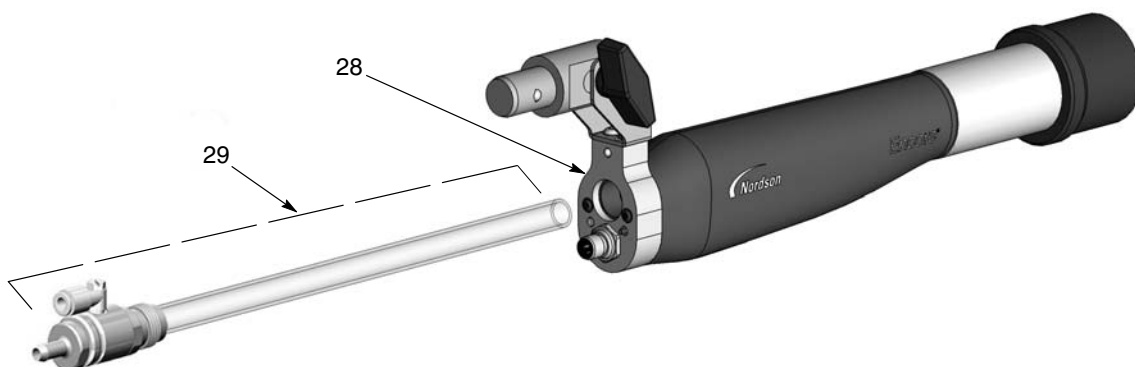

Figura 7-1 Sustitución del tubo de polvo
19. Ver la figura 7-1. Instalar el tubo de polvo (22) en el adaptador (30) con un movimiento de giro para insertar el tubo por la junta tórica interna hasta que está completamente ajustado.